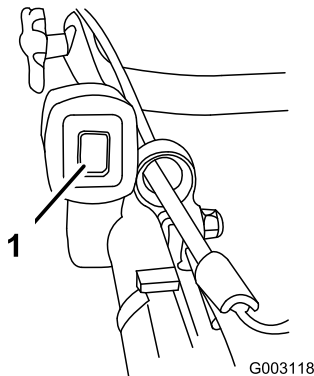

Bild 16
1. Stellen Sie das Zündschloss auf die Stellung Ein (I) (Bild 16).